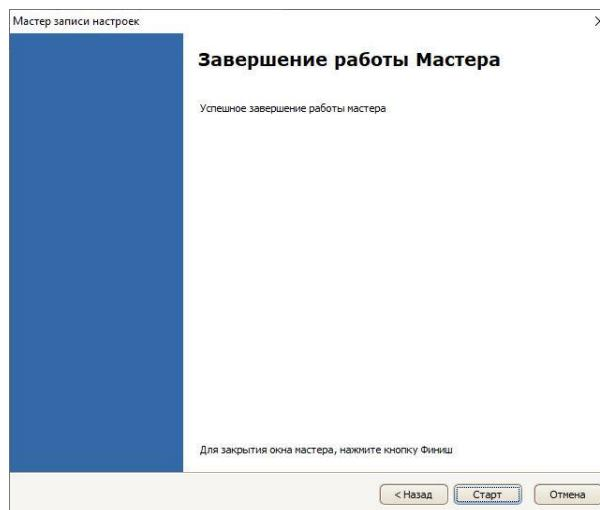

Рис.6.21. Финальное окно Мастера записи настроек
- Настройки (уставки) будут записаны в устройство автоматически. По завершению записи настроек откроется финальное окно мастера записи уставок (смРис.6.21).